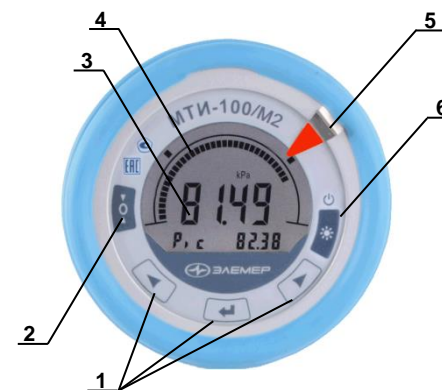

Рисунок 2.1
Рисунок 2.1а
Рисунок 2.1б
2.4.2 На передней панели МТИ расположены (см. рисунок 2.1):